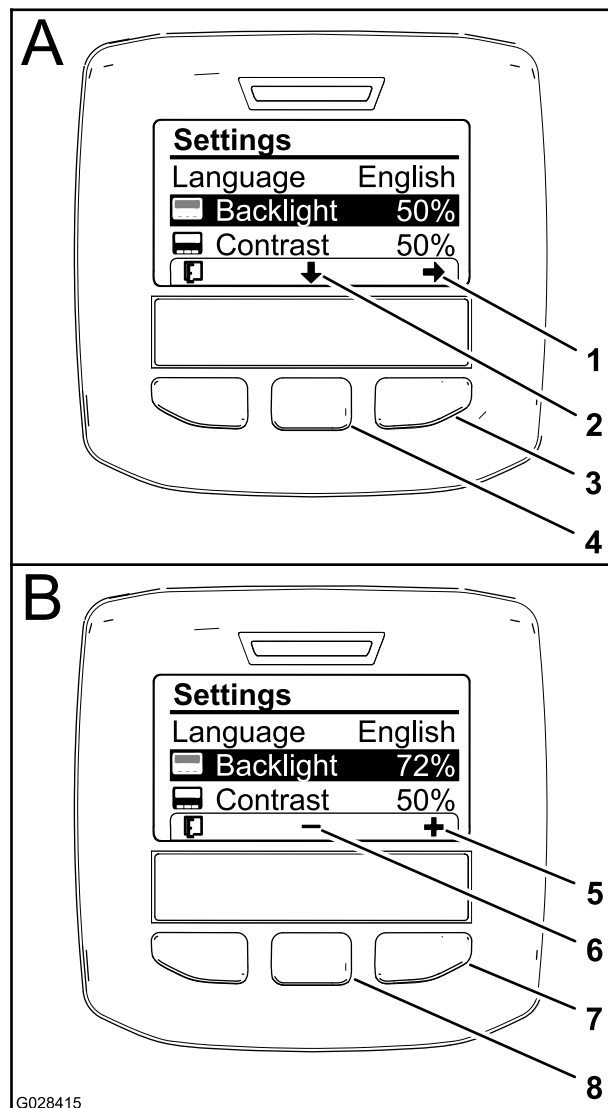

Bild 22
(die Taste unter dem nach unten zeigenden Symbol auf dem Display), um die ausgewählte Option nach unten zur Einstellung für die Rückbeleuchtung zu verschieben (Bild 22).
- Drücken Sie die rechte Auswahltaste, um den Werteinstellungskontext anzuzeigen (Bild 22).
- Ändern Sie die Helligkeit des Displays mit der mittleren und rechten Auswahltaste (Bild 22).
5. Drücken Sie die linke Auswahltaste (die Taste unter dem Listensymbol auf dem Display), um die Einstellung zu speichern, beenden das Menü „Rückbeleuchtung“ und gehen auf das Menü „Einstellungen“ (Bild 22) zurück.
6. Drücken Sie zum Einstellen des Kontrasts auf dem Display die mittlere Auswahltaste (die Taste unter dem nach unten zeigenden Symbol auf dem Display), um die ausgewählte Option nach unten zur Einstellung für den Kontrast zu verschieben (Bild 22).
7. Drücken Sie die rechte Auswahltaste, um den Werteinstellungskontext anzuzeigen (Bild 22).
8. Drücken Sie die linke Auswahltaste (die Taste unter dem Listensymbol auf dem Display), um die Einstellung zu speichern, beenden das Menü „Kontrast“ und gehen auf das Menü „Einstellungen“ (Bild 22) zurück.
9. Drücken Sie die linke Auswahltaste, um das Menü „Einstellungen“ zu beenden und das Hauptmenü anzuzeigen (Bild 20 und Bild 22).
10. Drücken Sie die linke Auswahltaste, um den Homebildschirm anzuzeigen (Bild 22).